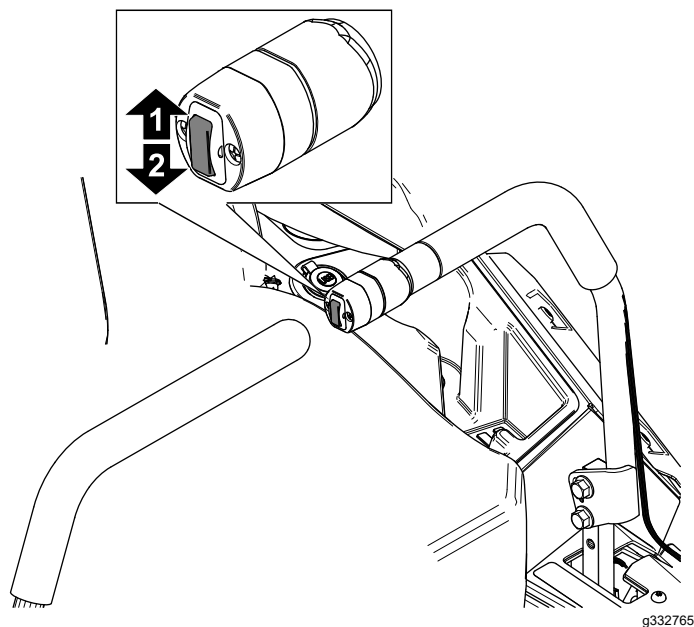

Figura 30
3. Presione hacia abajo el interruptor de elevación de la carcasa para ajustar la altura de corte (Figura 30).
1. Presione hacia arriba el interruptor de elevación de la carcasa (Figura 30).